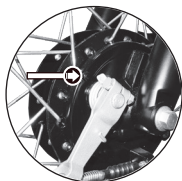

Imagen 21. Indicador de desgaste del freno delantero.
3. Verificar que el indicador de desgaste no alcance la línea de desgaste. Ver imagen 21.